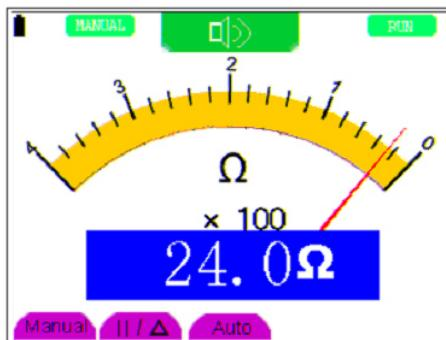

Figura 36: Prueba de funcionamiento
4. Conecte el otro extremo de los cables rojo y negro al punto de prueba. Si el valor de la resistencia del punto de prueba es menor de 50 Ω, el multímetro emitirá un pitido. (Ver Figura 36).